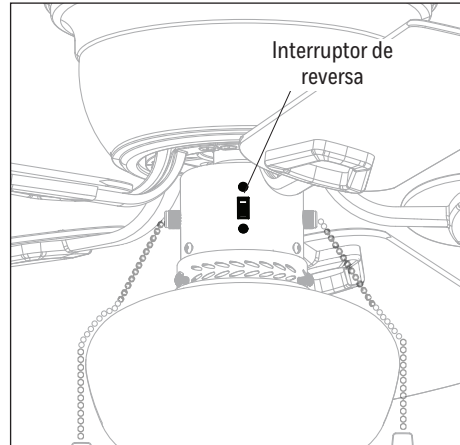

Figure 5.2
2. Un ventilador de techo le permitirá elevar la configuración del termostato en verano y disminuirla en invierno sin afectar su comodidad. **Cuando el clima sea más cálido**, mueva el interruptor de reversa hacia abajo para crear un flujo de aire descendente y lograr un efecto de viento refrescante. **Cuando el clima sea más frío**, mueva el interruptor de reversa hacia arriba para crear un flujo de aire ascendente y ayudar mover el aire caliente estancado del área del techo. (Figure 5.2)